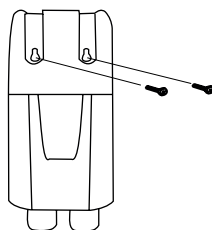

рис. 5
7. Закрепите настенное крепление винтами из набора (рис. 5). Установите прибор на настенное крепление.